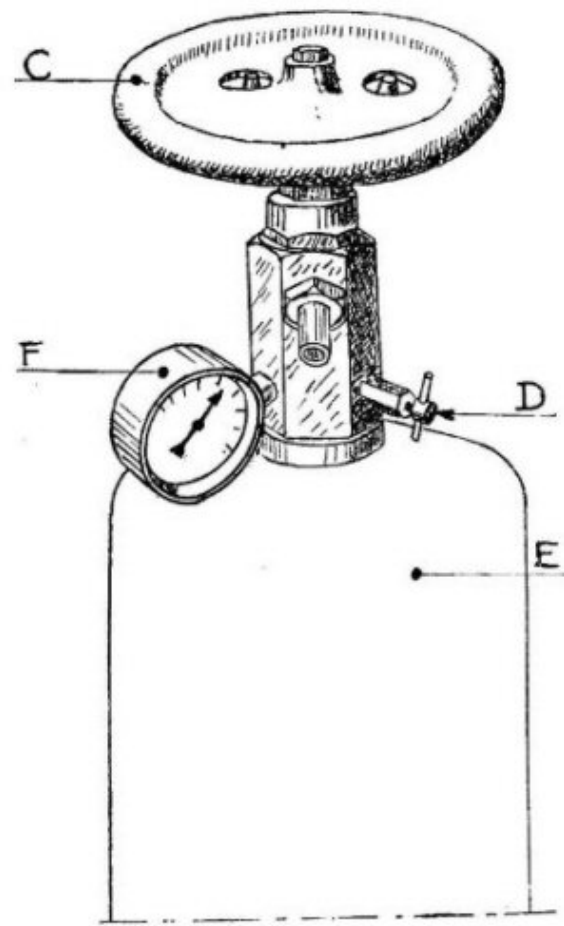

FIG. 3
c) Ouvrir à fond la vanne de la bouteille d'air à l'aide du volant de chocs C (fig. 3).
h) Fermer la bouteille en vissant également à fond le volant C (fig. 3). Assurer sa bonne fermeture par quelques légers chocs opérés avec ce volant.
Purger de temps en temps l'eau de condensation qui pourrait s'accumuler dans le fond de la bouteille, en dévissant légèrement la vis pointeau D (fig. 3). Arrêter la purge dès que l'on ne voit plus sortir de gouttelettes par les fentes de cette vis.